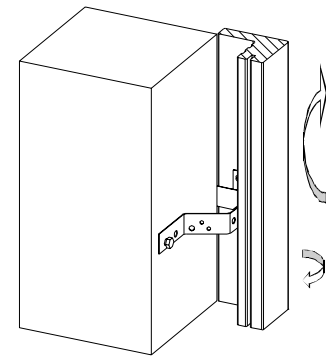

Bild 1.5 Türrahmen nicht verspannen
- 1.9** Maueranker ans Mauerwerk mit geeigneten Dübelmaterial befestigen. Es ist darauf zu achten, dass der Rahmen sich nicht durch das Andübeln verdreht. **Bild 1.5**